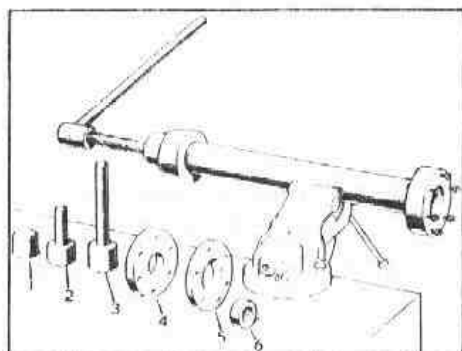
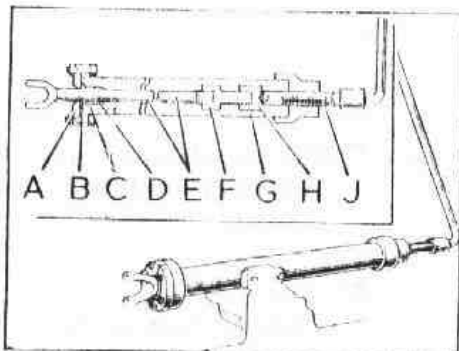

Fig. F-23 Util para el desmontaje y juego de adaptadores, 245178
Fig. F-24 Empleo del útil especial para el desmontaje del semieje exterior
- 2.1. Utilizando la herramienta especial y el juego de adaptadores (245178), se sujetará firmemente el extractor en un tornillo de banco (Fig. F-23). Se situarán los adaptadores apropiados en el extremo del semieje y se introducirá en el extractor (Fig. F-24).
- 2.2. Se fijará el eje al extractor haciendo uso del adaptador número 5, A (Fig. F-24).